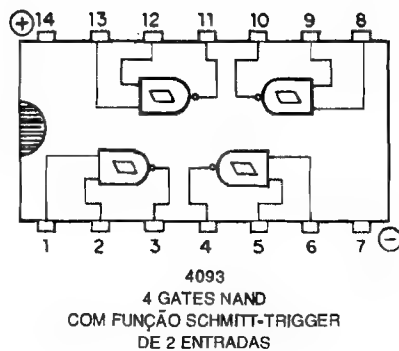

Fig.2
- FIG. 2 - 4093 (4 **gates** NAND de 2 Entradas cada, com função S.T.) - Em termos lógicos, o 4093 é idêntico a um 4011, já estudado, porém contém a função "interpretadora" **Schmitt Trigger**, simbolizada por aquele pequeno **losango** ou **trapezóide** desenhado no interior da notação gráfica convencional do **gate**... Observem que, no mais, o 4093 é também idêntico ao 4011 em pinagem, localização das "pernas" correspondentes à alimentação, etc.